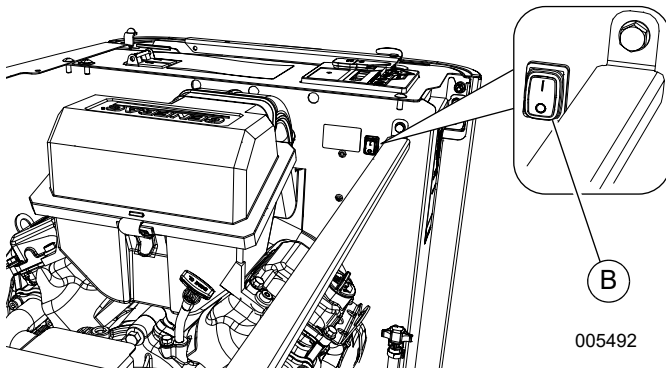

Figura 2-12. Chave de parada auxiliar (14 a 24 kW)
Consulte Figura 2-12. Os geradores de 14 a 24 kW têm uma chave de parada auxiliar (B) localizada dentro do gerador.